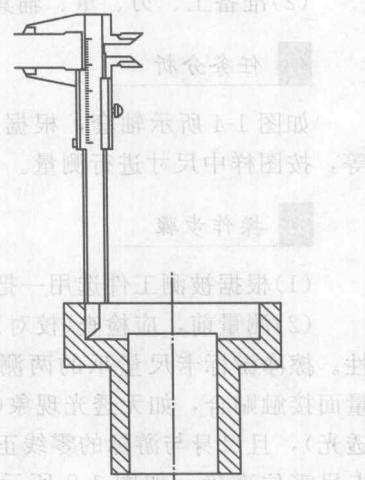

图 1-12 用游标卡尺测工件内孔深度
1) 测量时, 应将测深杆伸长到略大于被测尺寸, 将尺身的测量面贴紧工件, 然后轻轻移动游标, 使测深杆的测量面也紧靠工件, 并使卡尺测量面的边线紧贴于被测表面, 然后将紧固螺钉拧紧, 如图 1-12 所示。